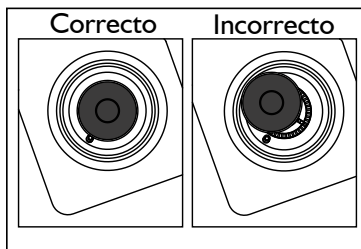

Figura 26.
- Verifique antes de encender la fuente de calor que la tapa esté correctamente ubicada y ajustada a ésta, como se muestra **(Ver figura 26)**.
- La ubicación incorrecta de la tapa sobre la fuente de calor puede ocasionar mala combustión y deterioro de la fuente de calor de aluminio. Los daños son ocasionados a la fuente de calor por la inadecuada manipulación (**Ver figura 26**).
Ubicación del difusor y la tapa de la fuente de calor	<ul style="list-style-type: none"> Verifique la correcta ubicación del difusor y la tapa de la fuente de calor. (Ver importante, sobre la ubicación correcta de la etapa sobre la fuente de calor. Figura 26, página 10).